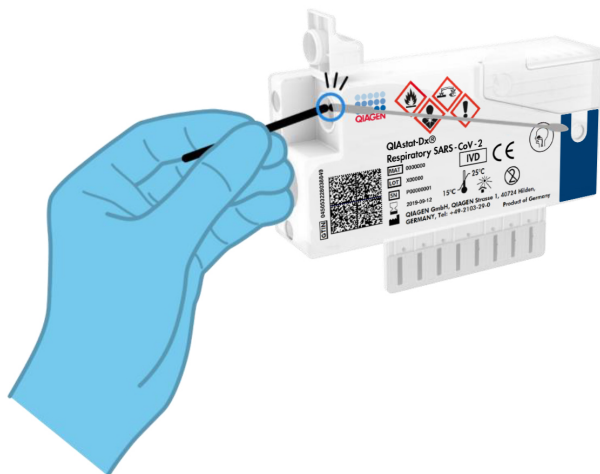

Рис. 9. Разламывание стержня тампона.
6. Сломайте стержень тампона с мазком в точке отлома, так чтобы осталась часть тампона осталась в QIAstat-Dx Respiratory SARS-CoV-2 Panel Cartridge (рис. 9).